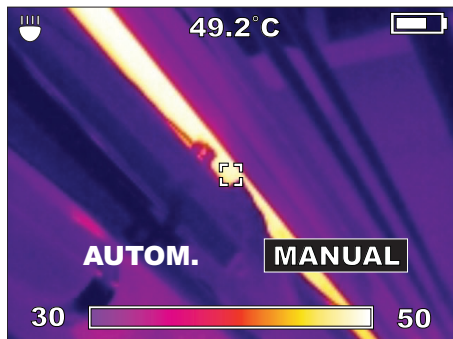
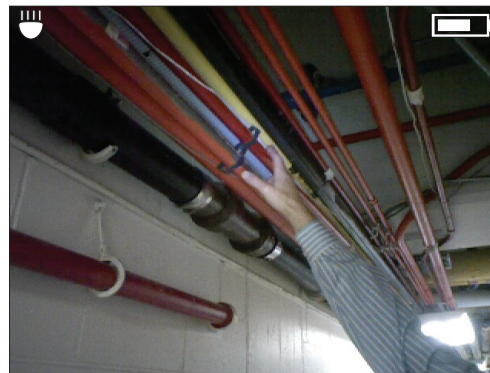

Figura 8. Imagen térmica en directo
Figura 10. Vista de la cámara visual en directo
5. Observe la imagen térmica en directo que aparece en pantalla, como se muestra en la figura 8. Gire el anillo de enfoque en el objetivo del sensor térmico para obtener una nitidez máxima. Realice ajustes de enfoque detallados y espere a que la imagen se fije antes de realizar otro ajuste. El enfoque es un tanto distinto al enfoque con cámaras de imágenes visuales.
En la imagen térmica en directo de la figura 8, la lectura de 49.2 °C en la parte superior de la pantalla es la temperatura en la mira central. La parte inferior de la pantalla muestra la paleta de color en la amplitud de temperatura (en este caso, 30 °C a 50 °C). La amplitud se ajusta automáticamente en el modo de rango automático (opción predeterminada). Este manual explica cómo usar la opción de rango manual en “Optimización de imágenes térmicas”.
La figura 10 muestra una imagen visual como aparecería en la pantalla. Esta es la imagen correspondiente a la imagen térmica de la figura 8. No hay datos de temperatura asociados a una imagen visual. Las imágenes visuales son una ayuda para identificar objetos en las imágenes térmicas.